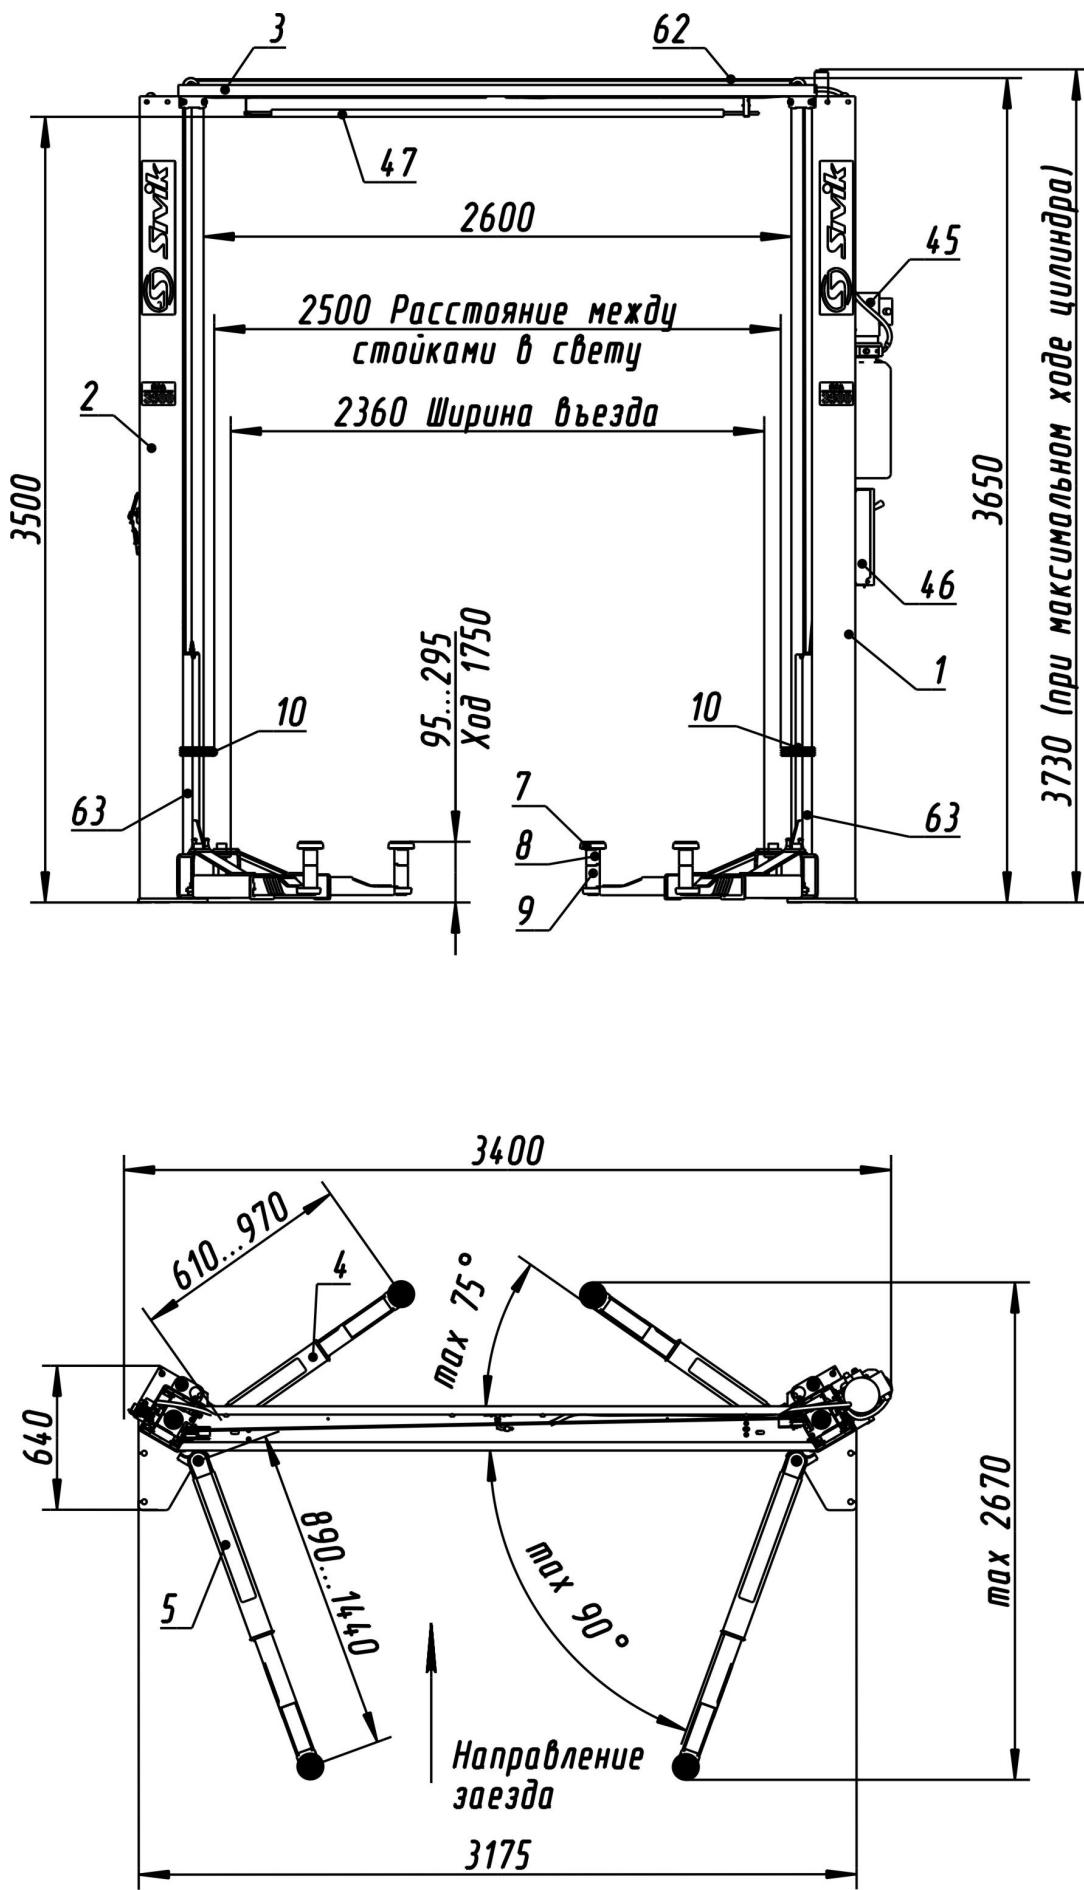
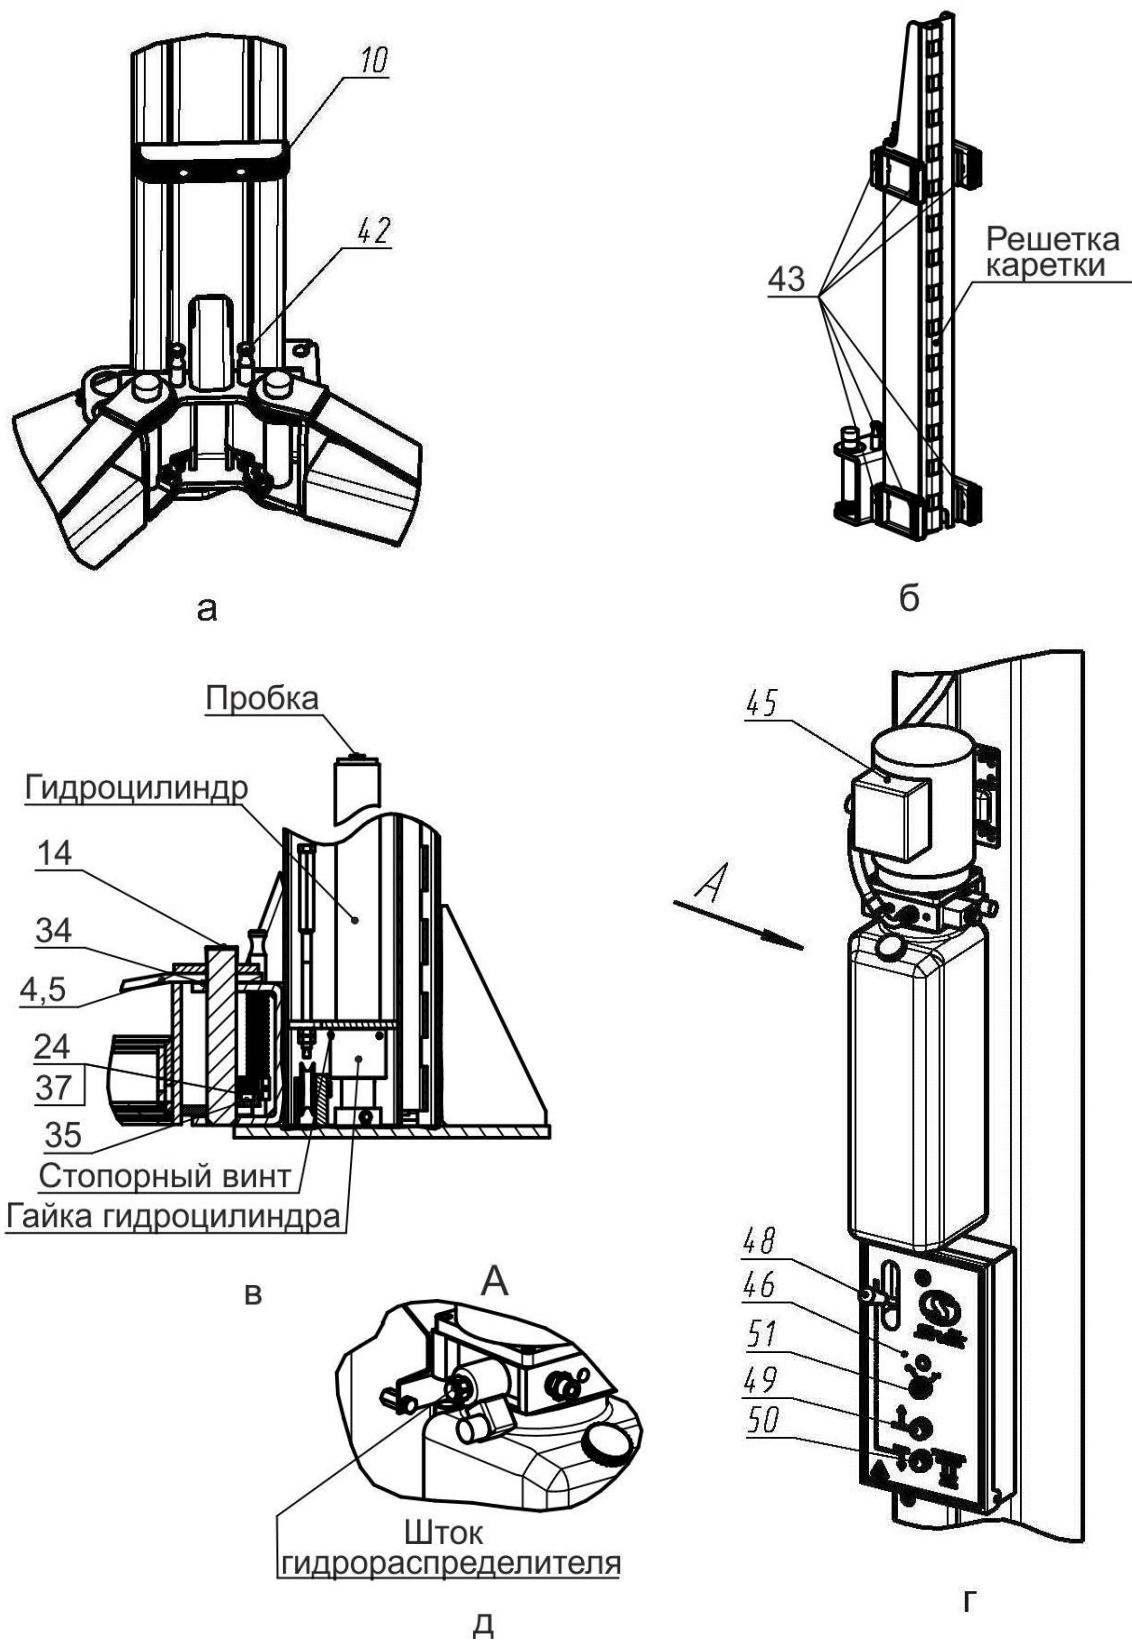
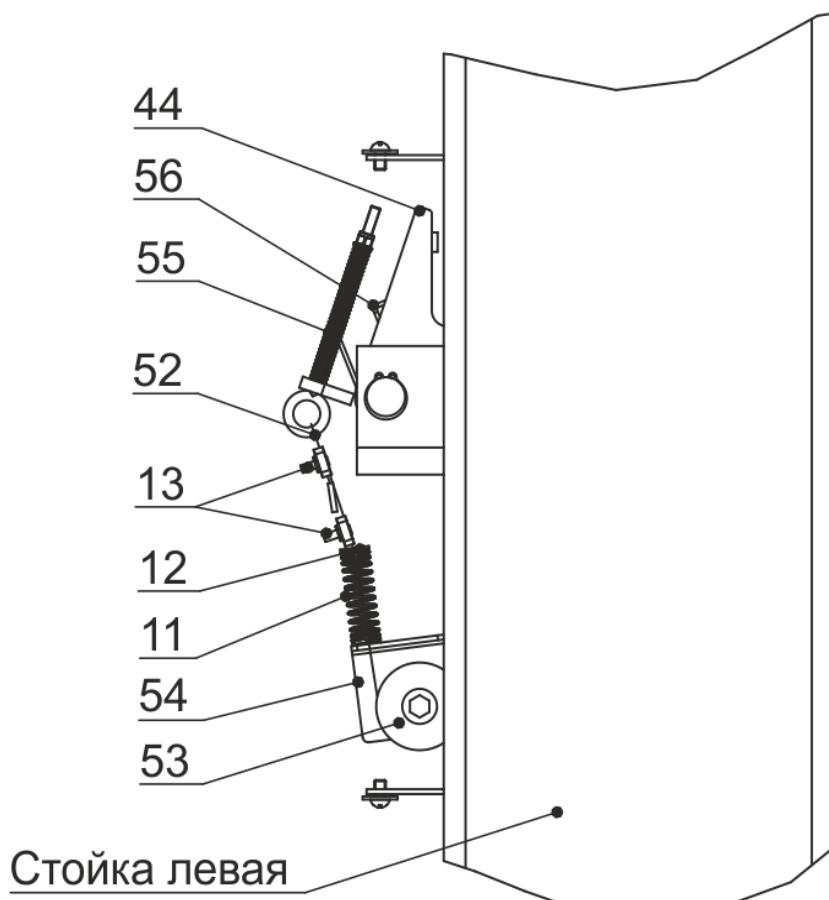

Рисунок 3.1 - Общий вид подъемника
Рисунок 4.1 – Виды подъемника
Рисунок 6.4 - Система стопорения кареток
Подъемник (рисунок 3.1) состоит из двух стоек коробчатого сечения - правой 1 и левой 2, соединенных между собой перекладиной 3. В стойках размещены каретки 63 с закрепленными на них поворотными телескопическими подхватами 4 и 5 разной длины. На концах подхватов 4, 5 установлены опоры 7, подставки опоры 8, 9. Подхваты фиксируются стопорными устройствами 42 (рисунок 4.1 а), автоматически срабатывающими при подъеме автомобиля. При опускании кареток 63 в крайнее нижнее положение происходит автоматическое расстопорение подхватов 4 и 5. Каретки 63 приводятся в движение гидравлическими цилиндрами, установленными внутри стоек. Подъемник снабжен системой 62 тросовой синхронизации движения кареток 63.
Каждая каретка 63 (рисунок 4.1 б) снабжена полиамидными ползунами 43, скользящими по беговым дорожкам стоек 1 и 2. Каретки фиксируются на требуемой высоте стопорами-защелками 44 (рисунок 6.4), закрепленными на стойках 1,2 и входящими в зацепление с решетками на каретках 63.
На правой стойке (рисунок 4.1 г) размещена насосная станция 45 с пультом управления 46. Внутри насосной станции 45 находится клапан предохранительный, предотвращающий перегрузку в гидросистеме. Клапан предохранительный настроен на заданное давление и опломбирован.
- касании автомобилем ограничительной дуги 47 перекладины 3 (рисунок 3.1);
Для предотвращения повреждения дверей автомобиля (при открывании) на каретки 63 установлены накладки 10, фиксируемые винтами М8x30, шайбами 8Г и шайбами 8 (рисунок 3.1 и рисунок 4.1 а).
Управление подъемником осуществляется рычагом 48 (рисунок 4.1 г) и двумя кнопками 49 и 50, установленными в пульте управления 46. Рычагом 48 осуществляется расстопорение кареток 63, а кнопками 49 и 50, подъем (кнопка 49) и опускание (кнопка 50) кареток 63.
6.6 Установить тросик системы стопорения (рисунок 6.4). Для этого снять крышку, закрывающую стопор-защелку 44 на левой стойке 2, отвернув два винта М6x10. Тросик 52 системы стопорения, закрепленный на правой стойке 1 (с насосной станцией 45), протянуть через блоки, направляющие трубы в перекладине 3 к стойки левой 2 и вывести через блок 53 и отверстие в кронштейне 54 наружу. На свободный конец тросика надеть пружину 11 со втулками 12, выбрать слабину тросика и затянуть зажим 13.
Для того чтобы проверить срабатывание упругой тяги 55, необходимо одному человеку прижать рукой защелку 44 к стойке 2, а другому повернуть рычаг 48 (рисунок 4.1 г) на себя. Упругая тяга 55 должна вытянуться на полный ход штока.
При повороте рычага 48 (рисунок 4.1 г) защелки на левой и правой стойки должны срабатывать одновременно. При отпусканье рычага 48, защелки на левой и правой стойке должны вернуться в исходное положение. Регулировка проводится выборкой слабины тросика 52 и обжатием петли от вытягивания зажимом 13.
6.9 Открутить пробку бака насосной станции 45 и залить масло (около 12 л) до верхней метки «MAX» (рисунок 4.1 г). Уровень масла контролировать визуально. Установить пробку бака на место.
- кратковременным нажатием на кнопку 49 (двигатель должен работать, вращение крыльчатки по стрелке на кожухе эл. двигателя, а из бака должно убывать масло, рисунок 4.1 г).
- отвернуть пробки у каждого гидроцилиндра на один оборот (рисунок 4.1в)
6.13 Установить подхваты 4 и 5, предварительно одев шайбу 34 на ось каретки, как представлена на рисунке 4.1а и зафиксировать секторами 40 к подхватам 4 (рисунок 4.1в). Сектора фиксировать винтами 24 и шайбами 37. Допускается разно-высотность подхватов до 10 мм. Убедитесь, что подхваты фиксируются стопорными устройствами 42.